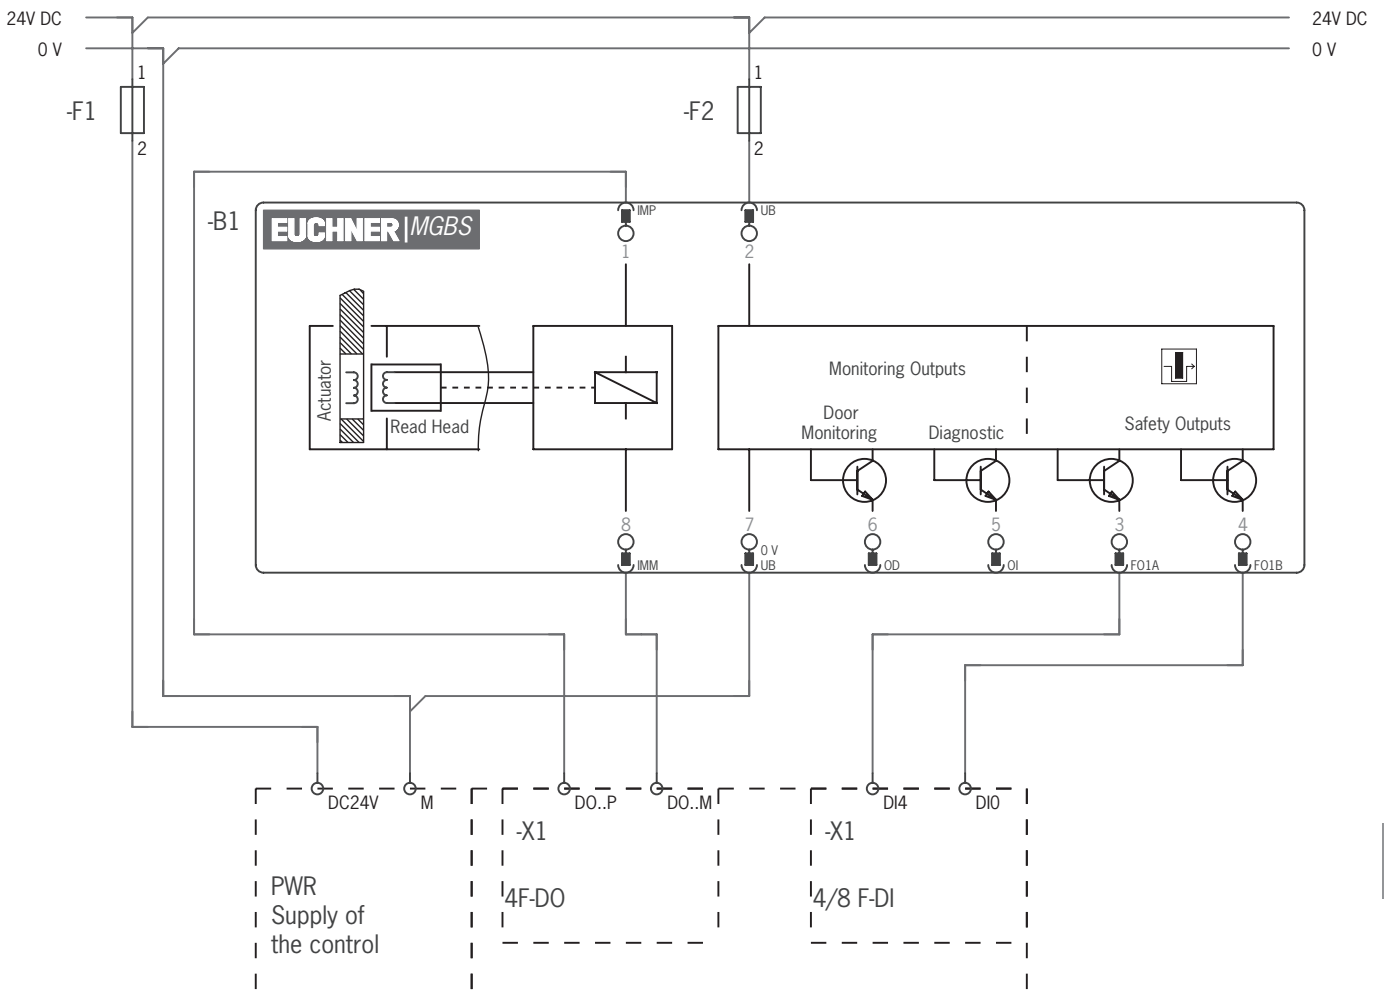

Bild 5: Anschlussbeispiel für den Anschluss an ET200
- Bei einer zweikanaligen Ansteuerung der Magnetspannung durch sichere Ausgänge einer Steuerung sind folgende Punkte zu beachten (siehe auch *Bild 5 auf Seite 25*):